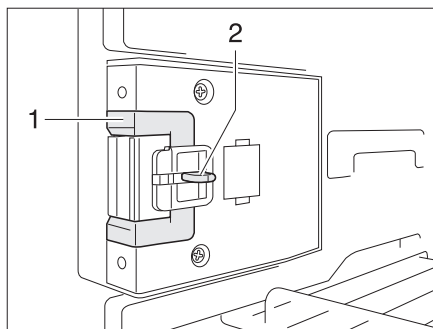
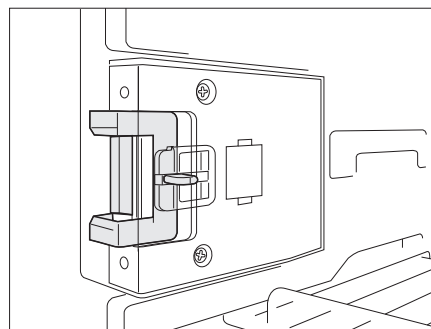

Fig. 359 Dispositivo di chiusura in posizione normale
Fig. 360 Dispositivo di chiusura in posizione di ricircolo d'aria
- Premere il dispositivo di sblocco (Fig. 359,2).
- Spingere il dispositivo di chiusura (Fig. 359,1) in avanti (Fig. 360).